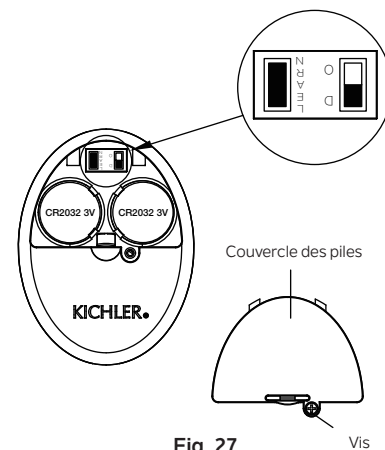

Fig. 27
Sinon, la télécommande ne fonctionnera pas. Pour effectuer ce processus manuellement, suivez les étapes ci-dessous : Après l'installation et le câblage de l'unité, rétablissez l'alimentation de votre ventilateur, appuyez sur la touche LEARN et maintenez-la enfoncée pendant 1 à 3 secondes, le ventilateur se mettra en marche à vitesse moyenne et la lumière (si installée) s'allumera. Cela confirme que le processus d'apprentissage est terminé. Cette opération doit être effectuée dans les 30 secondes suivant la remise sous tension du ventilateur. (Fig. 27)
REMARQUE : Assurez-vous que l'interrupteur à glissière dans le compartiment à piles marqué « DO » est en position « D ». (Fig. 27)
Étape 4. Remettez le couvercle de la pile et serrez avec un tournevis. (Fig. 27)